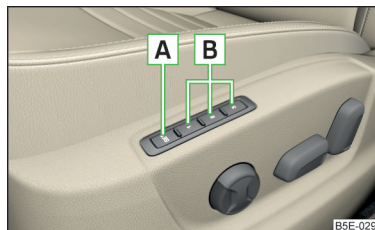

Fig. 76
Puede asignarse una posición de ajuste a cada una de las tres teclas de memoria **B** » fig. 76.
- Pulse la tecla **SET** (posición **A**) » fig. 76).
- Pulse la tecla de memoria deseada **B** » fig. 76.
- Pulse y mantenga pulsada una tecla cualquiera de la memoria **B** » fig. 76 de la pág. 88.
- Pulse la tecla **SET** (posición **A**) » fig. 76 de la pág. 88) y manténgala pulsada.